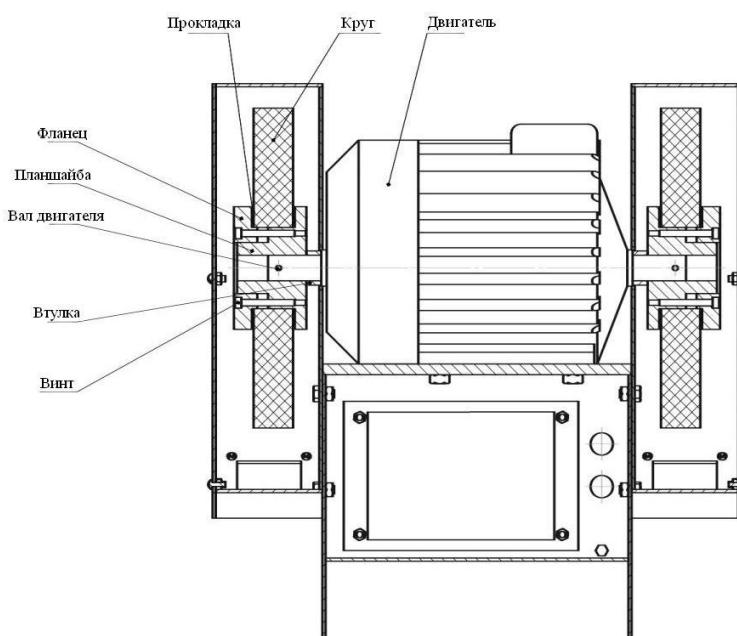

Рис. 2 Крепление шлифовального круга.
2.2.1 Крепление шлифовального круга (рис.2)
Установка подручников 5 и 6 в требуемом положении производится перемещением их в пазах кронштейнов 7 и 8, которые, в свою очередь, крепятся к подставке (тумбе) и могут перемещаться относительно нее. На валу электродвигателя имеются планшайбы для установки кругов. Крепление кругов см. рис. 2.
- 10.4 Для смены круга на станке снять крышку кожуха, отвернуть шесть винтов (M8 для станков ТШ-2 и ТШ-2.20; M10 для станков ТШ-3 и ТШ-3.20) фланца (см. рис.2), снять фланец и круг.